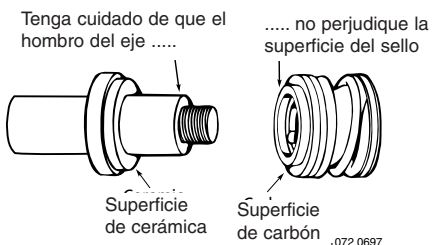

Figura 23 - Proteja las superficies del sello
- Paso 9. Deslice el elemento giratorio del sello (primero la superficie de carbón) en el eje hasta que el anillo impulsor de caucho toque el hombro del eje (figura 23).